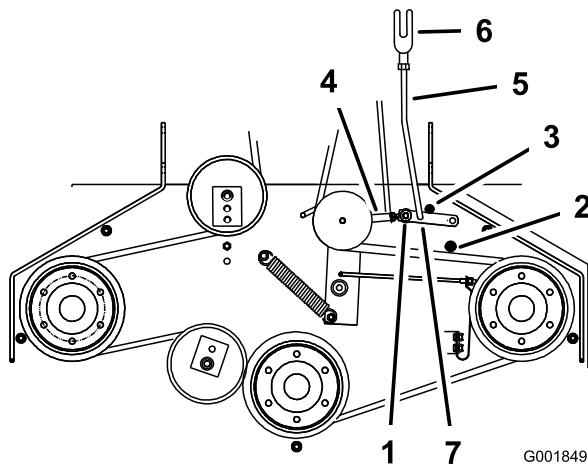

Figura 52
5. Asegúrese de que el brazo está en contacto con el tope trasero del brazo de la plataforma (Figura 52).
7. El brazo debe entrar en contacto con el tope delantero del brazo de la plataforma. Si no lo hace, la palanca acodada debe acercarse más al refuerzo (Figura 52).
8. Para ajustar el acoplamiento del brazo, retire el pasador de horquilla del brazo (Figura 52).
11. Instale el acoplamiento en el brazo y sujetelo con el pasador de horquilla (Figura 52).